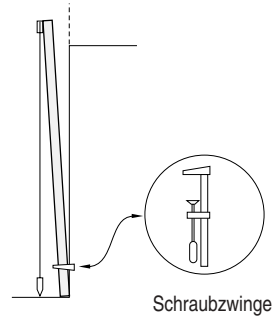

Abb. 2.1.3
- 3 Die Wandführung (Profil mit Schlitzlöchern) mit Hilfe von Schraubzwingen (siehe Abb. 2.1.3) in gleicher Höhe senkrecht an den Pfosten befestigen (wenn der Abstand zwischen Markierung und Fußboden nicht mehr als 15 mm beträgt, können die Wandführungen auf den Boden gesetzt werden).